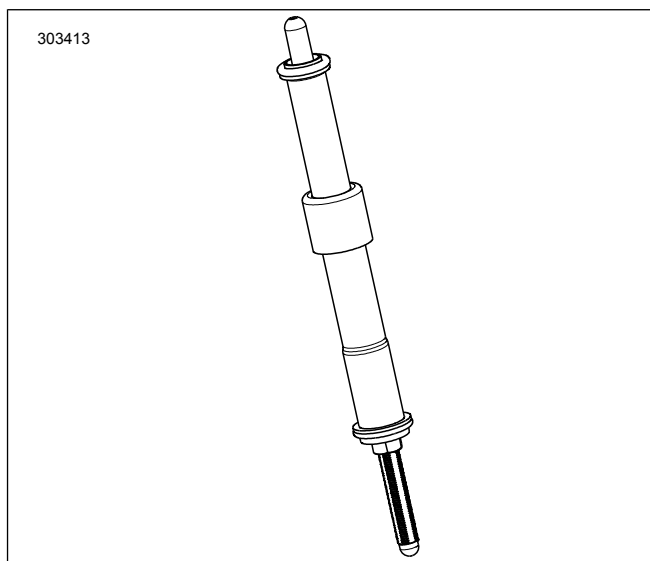

Figure 2. Tige de poussée posée dans le couvercle de tige de poussée
7. Figure 2 Poser les tiges de poussée d'admission dans les couvercles de tige de poussée. Remplacer les joints toriques, le couvercle de tige de poussée inférieur et l'arrêtoir de couvercle de ressort par les composants neufs fournis dans le kit. Veiller à ce que l'extrémité de réglage de la tige de poussée soit dirigée vers le bas.